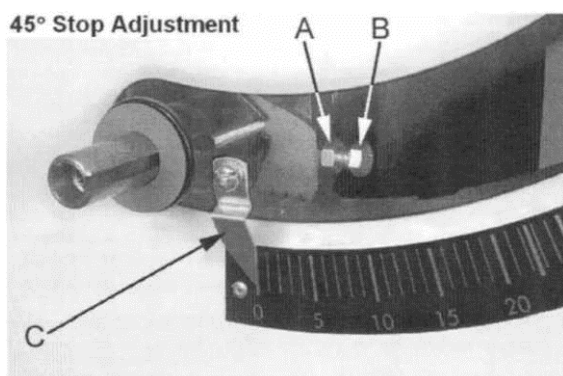

Рис. 21
8. Если пильный диск не под углом 45 градусов к столу, удалите маховик подъёма понижения пильного диска. Ослабьте контргайку ( А см. рис. 21) и поверните стопорный винт регулировки (В, рис. 21) на передней цапфе во, внутрь или наружу. Регулировочный винт следует прекратить вращать на переднем кронштейне цапфы, когда пильный диск находится под углом 45 ° к столу.